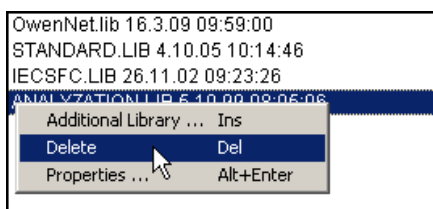

Рисунок 1.3 – Удаление дополнительной библиотеки
- 1) Выделить требуемую библиотеку в списке библиотек (см. рисунок 1.3) и выбрать команду «**Delete**» контекстного меню или команду «**Edit | Delete**» главного меню.